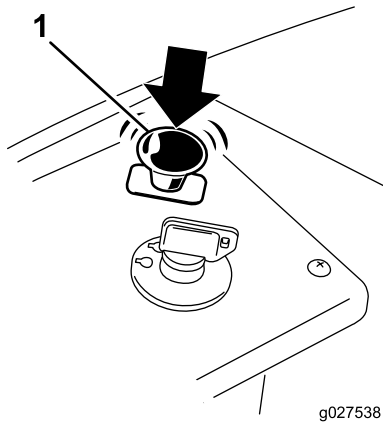

Figura 12
1. Desengate as lâminas através da deslocação do interruptor de controlo de lâmina na posição OFF (Figura 12).